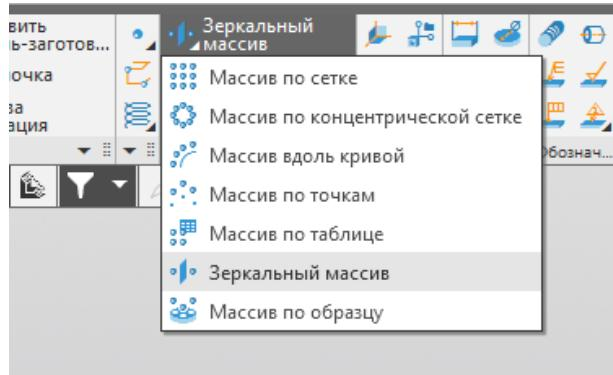

Рисунок 53 - Выбор команды Зеркальный массив
- Выберите на панели инструментов *Массив*, копирование команду *Зеркальный массив* (рисунок 53). В окне модели укажите элементы для копирования, как показано на рисунке 54.